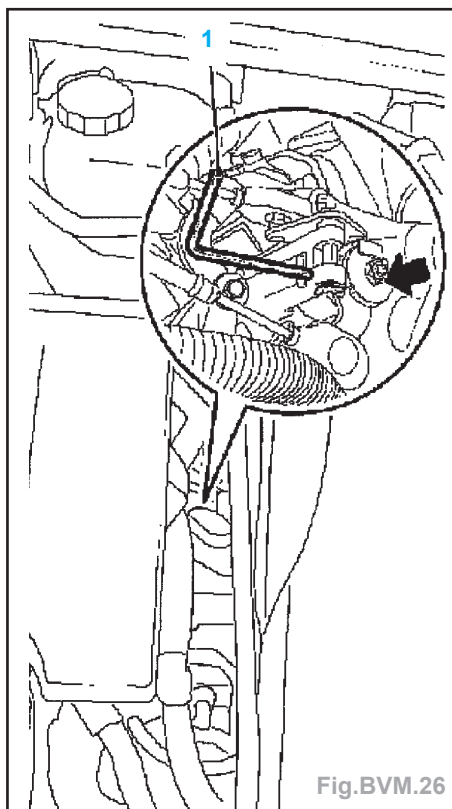
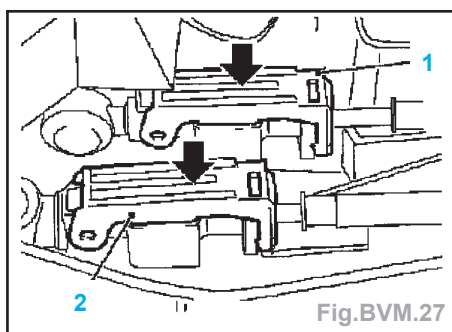

Fig. BVM.26
Fig. BVM.27
- Fixer la commande de passage (Fig. BVM.26) :
- fixer la commande de passage avec **KM-527-A** (1), elle doit s'enclencher de manière audible.
- Verrouiller les pièces de serrage (Fig. BVM.27) :
- verrouiller la pièce de serrage de raccord de sélection (1) en la comprimant,
- verrouiller la pièce de serrage de raccord de sélection (2) en la comprimant.
- Verrouiller les pièces de serrage de raccord de sélection (1 et 2) en les comprimant (Fig. BVM.27).
- Comprimer **KM-6325** (2) sur le levier de renvoi inférieur (il doit s'encraner de manière audible).